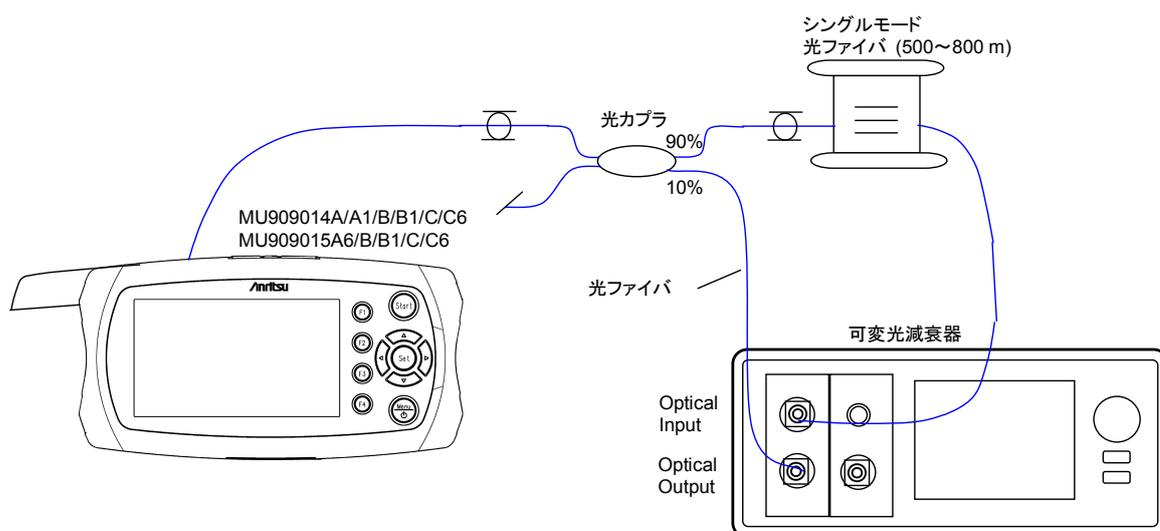

図11.1.7-1 デッドゾーン測定 of 接続図
1. 本器と、測定器を図 11.1.7-1のとおり to 接続します。